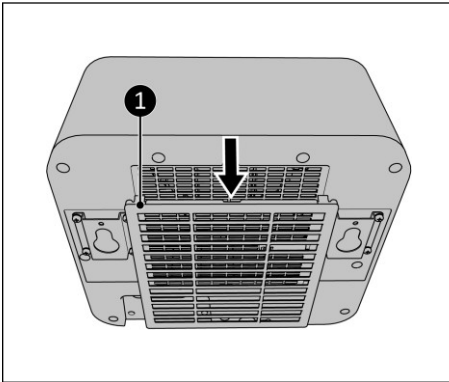
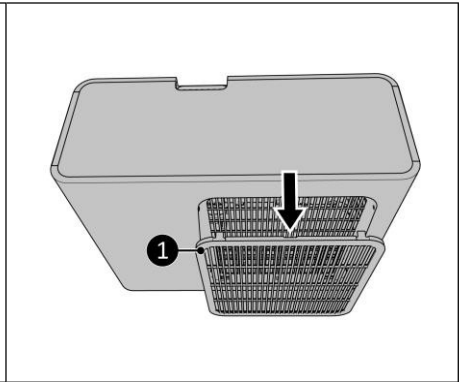

Figura 20
Figura 21
2. Rimuovere il telaio (Figura 20, pos. 1 per l'unità interna e Figura 21, pos. 1 per l'unità esterna) ed estrarre il filtro.